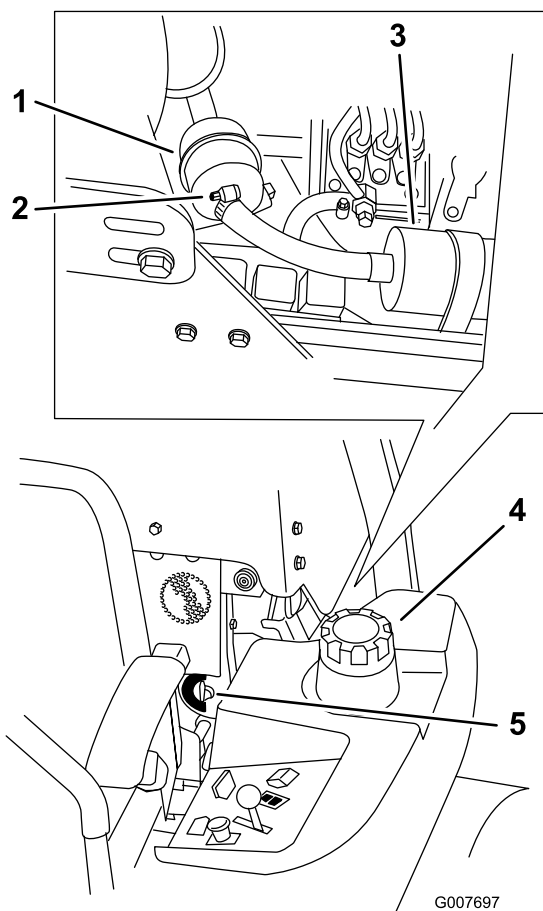

Bild 52
4. Schließen Sie den Kraftstoffhahn (Bild 52).
5. Lösen Sie die zwei Schlauchklemmen und schließen Sie die Kraftstoffleitungen vom Kraftstofffilter ab (Bild 52).
6. Bringen Sie einen neuen Filter an. Schließen Sie die Kraftstoffleitungen am Kraftstofffilter an und montieren Sie die Schlauchklemmen (Bild 52).